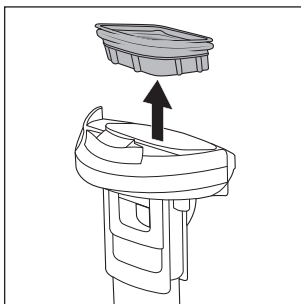

Afb. 22
- ♦ Giet het vuile water met het vuil uit het reservoir (zie afb. 22).